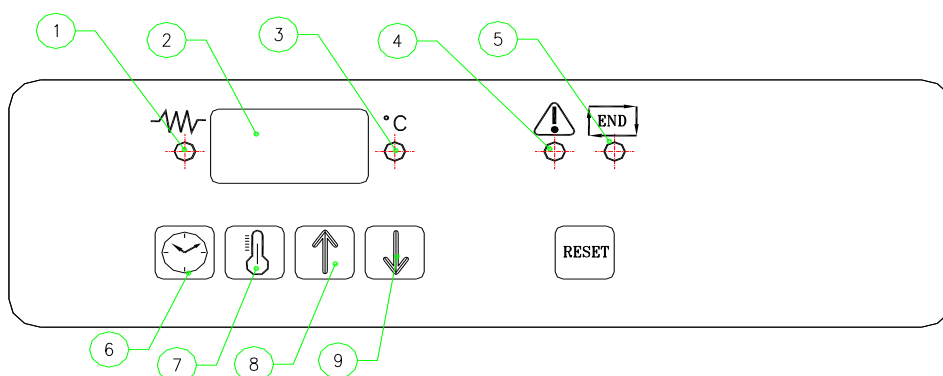

Fig. 4
- Espere a que se encienda el indicador acústico o el LED indicador del final del ciclo (pos. 5, fig. 4) y extraiga inmediatamente la gaveta para evitar el sobrecalentamiento de la película termorretráctil.
- La operación de termosellado no se puede realizar hasta que la placa de sellado haya alcanzado la temperatura programada (LED de pos. 3 iluminado, fig.4). La máquina no lleva a cabo el ciclo.